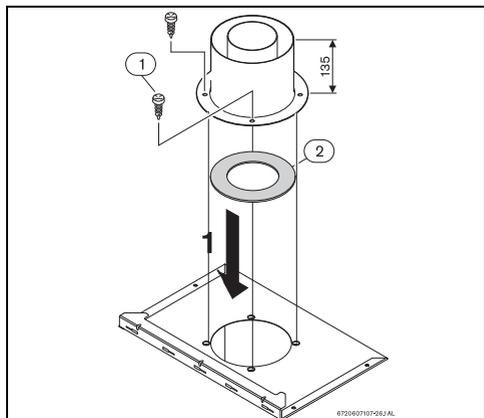

Рис. 8 Ограничительная шайба
В зависимости от конструкции дымохода и условий монтажа, может понадобиться установка ограничительной шайбы (рис. 8) под переходником (таблица 10 и 11).
- ▶ Отвернуть винты крепления переходника (рис. 8, поз. 1).
- ▶ Поместить ограничительную шайбу (рис. 8, поз. 2) между переходником и прибором.
- ▶ Снова закрепить переходник в приборе, используя 4 винта (рис. 8, поз. 1).